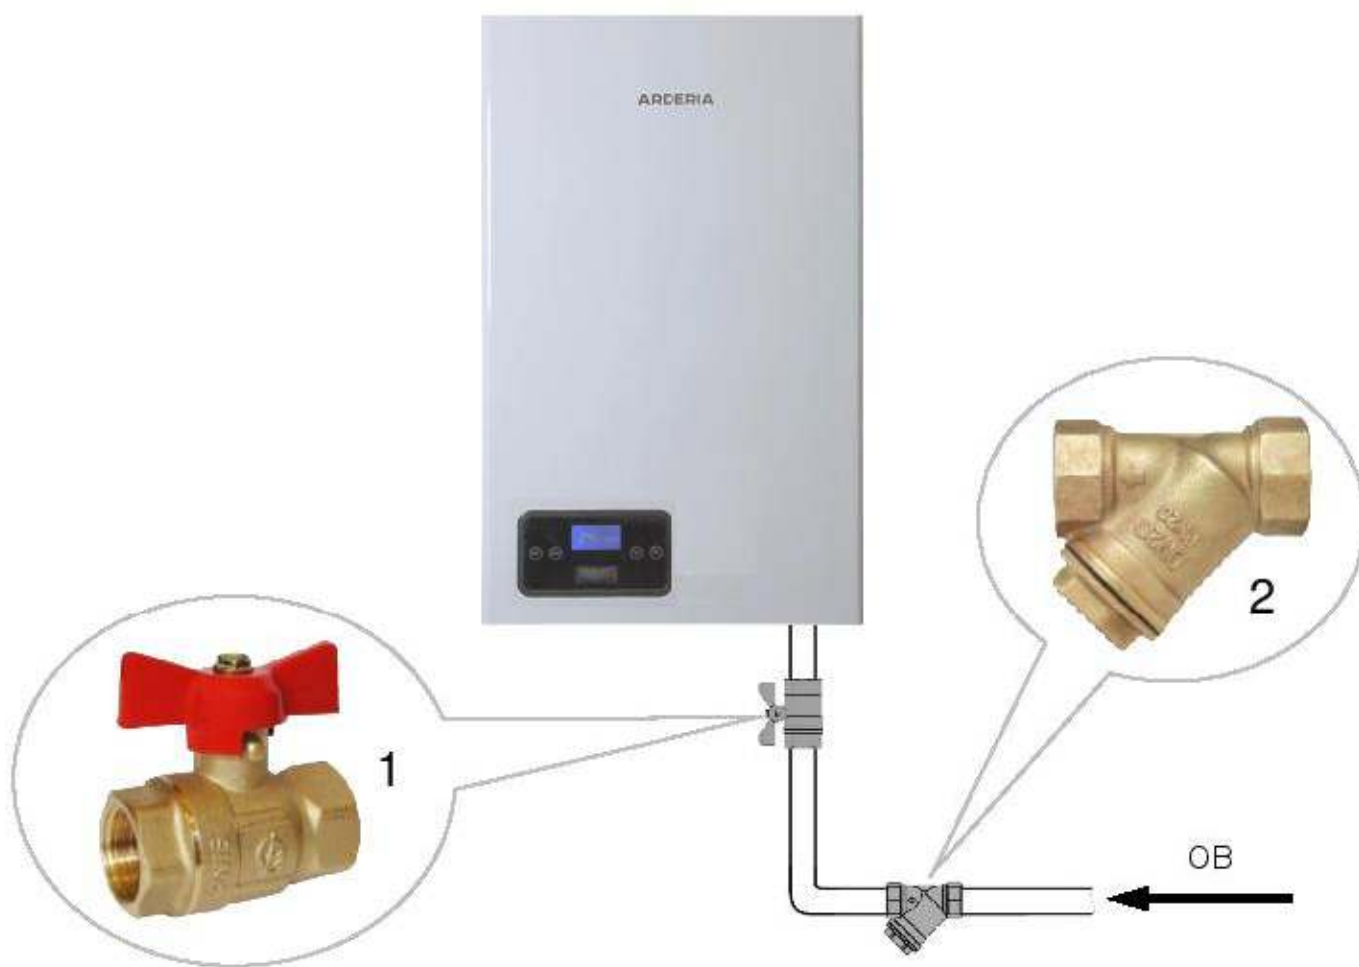

Рис. 19 Монтаж труб системы отопления
- Для осуществления ТО электрокотла, **рекомендуется** перед присоединительными патрубками котла установить запорные краны, которые **должны** быть расположены так, чтобы их поворотные ручки были доступны (См. Рис. 19).
- **Настоятельно рекомендуется** на обратном трубопроводе СО, на входе ОВ в электродкотёл установить крестовый сетчатый фильтр для очистки ОВ от нежелательных примесей и отложений (См. Рис. 19). Рекомендуется устанавливать фильтр с сеткой (фильтрующим элементом), у которой размеры ячеек 300-500 микрон.